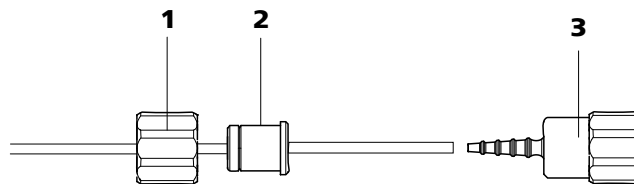

Abbildung 7 Pumpschlauch-Verbindung ohne Filter installieren
- **Fall B:** eine Pumpschlauch-Verbindung **ohne Filter** 6.2744.160 (siehe Abbildung 7, Seite 17) anschliessen.